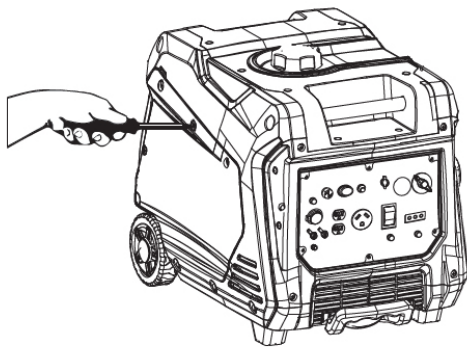

Figure 11 : Retirer le panneau de service du moteur
2. Retirez le panneau d'entretien du moteur pour accéder au filtre à air (voir Figure 11).
1. Retirez le panneau d'entretien du moteur pour accéder au carburateur (voir Figure 11 à la page 16).
3. Retirez le panneau d'entretien du moteur pour accéder à la bougie (voir Figure 11 à la page 16).